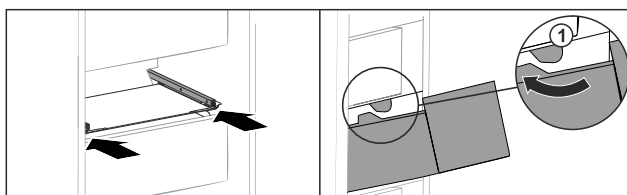

Fig. 217
- ▶ Vezesse el a fiókot az ütközők Fig. 217 (1) körül.